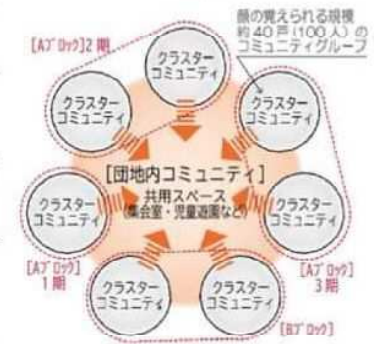

図4. クラスターによるコミュニティ形成
■ **“顔の覚えられる” 適正規模のクラスターを集合させたコミュニティ形成**【図4】